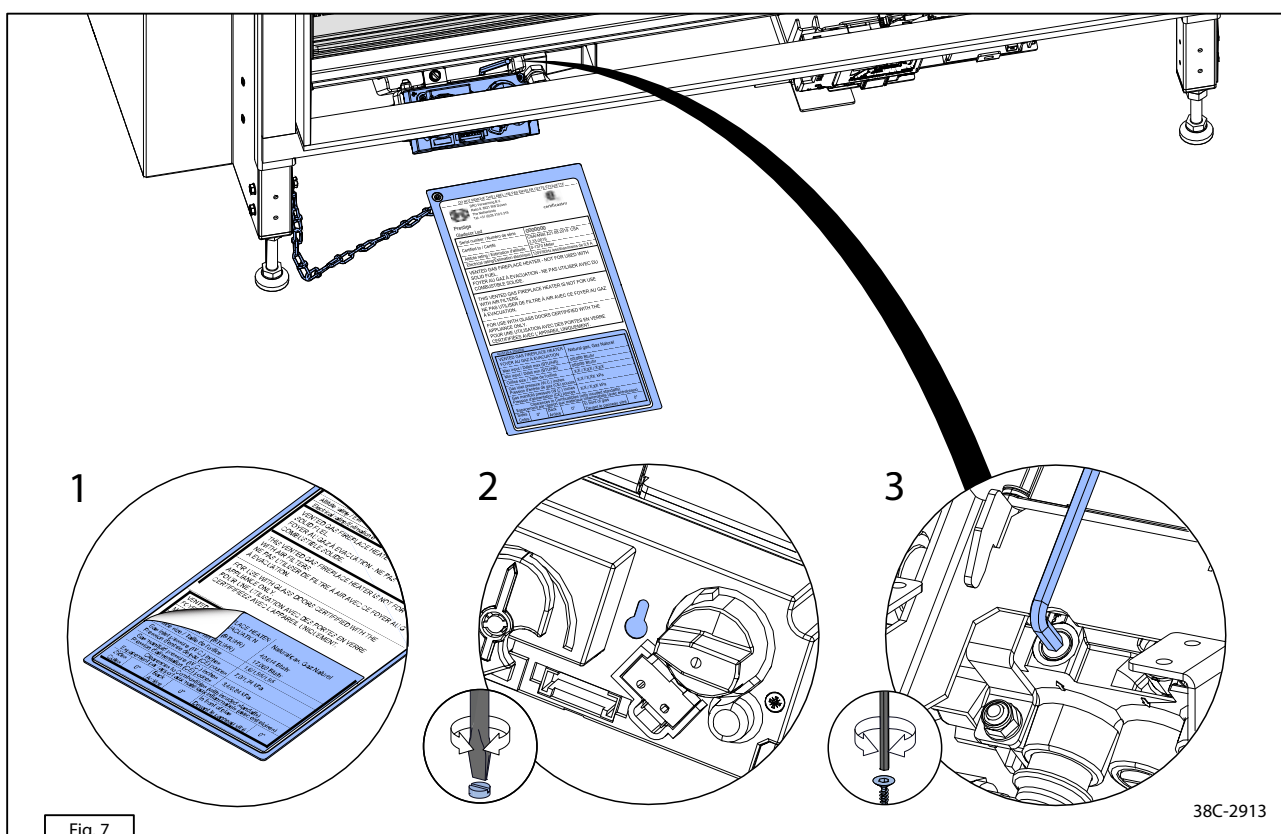

Fig. 7
- Elle doit être placée sur la moitié inférieure de la plaque signalétique existante. Placez l'étiquette et remplacez la plaque signalétique sous l'appareil (Fig. 7, étape 1).
Pour obtenir un aspect de flamme optimal, la pression du brûleur et la position la plus basse doivent être réglées. Pour régler la pression du brûleur, procédez comme suit (figures 7 et 8) :
La pression du brûleur a été réglée par défaut en usine sur le gaz naturel. Suivez les étapes ci-dessous pour régler l'appareil sur le gaz propane (voir les figures 7 et 8) :
- ⚠ La vis de réglage de la hauteur est une pièce petite et délicate. Manipulez-la en conséquence (voir la figure 7, étape 2).
- Mesurez et réglez la pression du brûleur à l'aide d'un petit tournevis à tête plate. Desserrez/resserrez la vis située à l'avant du bloc de réglage du gaz pour régler la pression comme indiqué dans le tableau 8-2 du manuel d'installation (voir la figure 7, étape 2).
- Mesurez et réglez la pression spécifiée à l'aide de la clé Allen fournie. Desserrez/resserrez la vis située à l'arrière du bloc de réglage du gaz comme indiqué dans le tableau 8-2 du manuel d'installation (voir la figure 7, étape 3).
- Réglez l'appareil à la flamme la plus élevée à l'aide de la mesure de la télécommande et vérifiez que la pression a été réglée correctement. Procédez à des ajustements si nécessaire (voir la figure 7, étape 2).
- Débranchez le manomètre et fermez la valve de la douille de pression du brûleur (2).